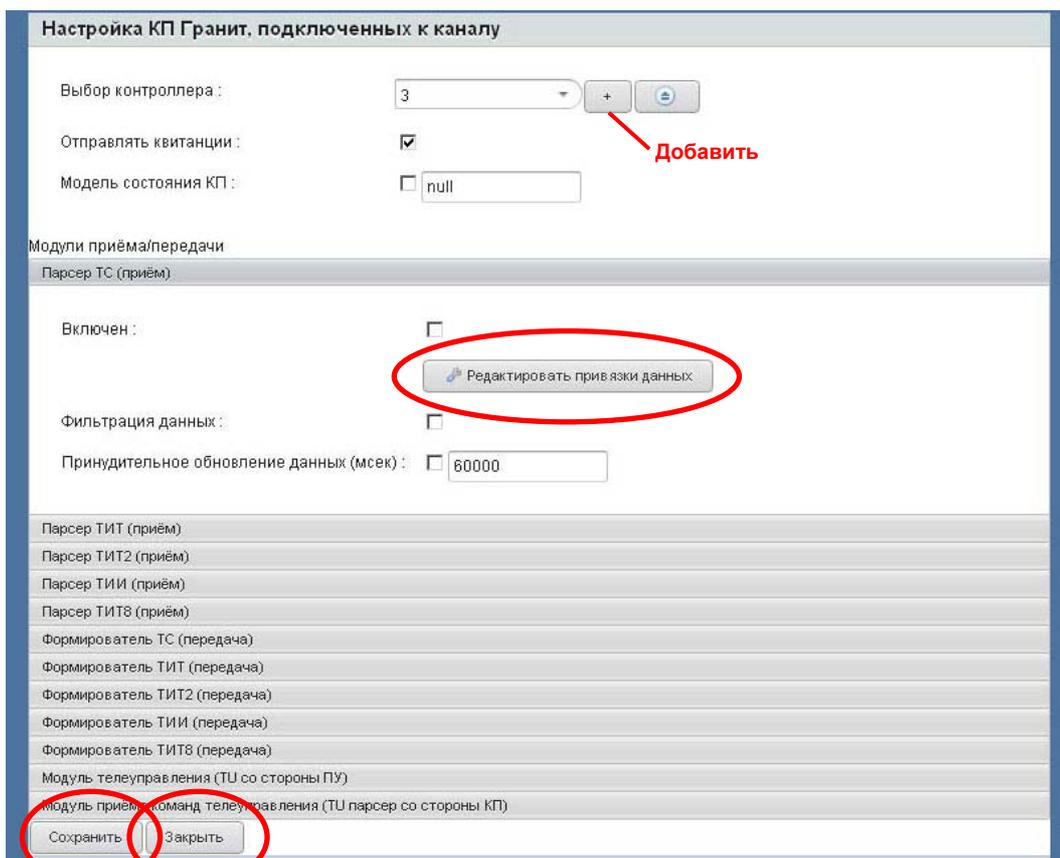

Рисунок 23.
Поскольку на одном модуле канала можно размещать несколько КП, каждому подключенному устройству нужно присвоить свой индивидуальный идентификатор – номер КП. Для этого нажать на кнопку **“Добавить”** или выбрать номер контроллера из выпадающего списка (рисунок 23).
- **сохранить** внесенные изменения, **закрыть** окно настроек (рисунок 23);